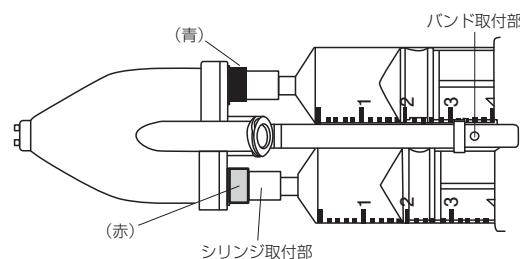

図3
7. バンドの穴をバレルホルダーに固定する。（図3）
8. 本品のコネクタとペリプラスト調製器セット（シリンジ）を一度取り外し再び取り付ける場合もスプレーの色の表示とシリンジの色を合わせること。（図3の通り）取り付け位置を逆にするとスプレー内で製剤が硬化し、本品が使用出来ない可能性がある。